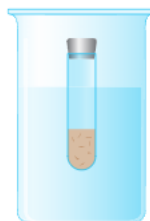

Рис. 1
- Насыпьте в пробирку столько песка, чтобы она, закрытая пробкой, плавала в мензурке с водой в вертикальном положении и часть её находилась над поверхностью воды (рис. 1).